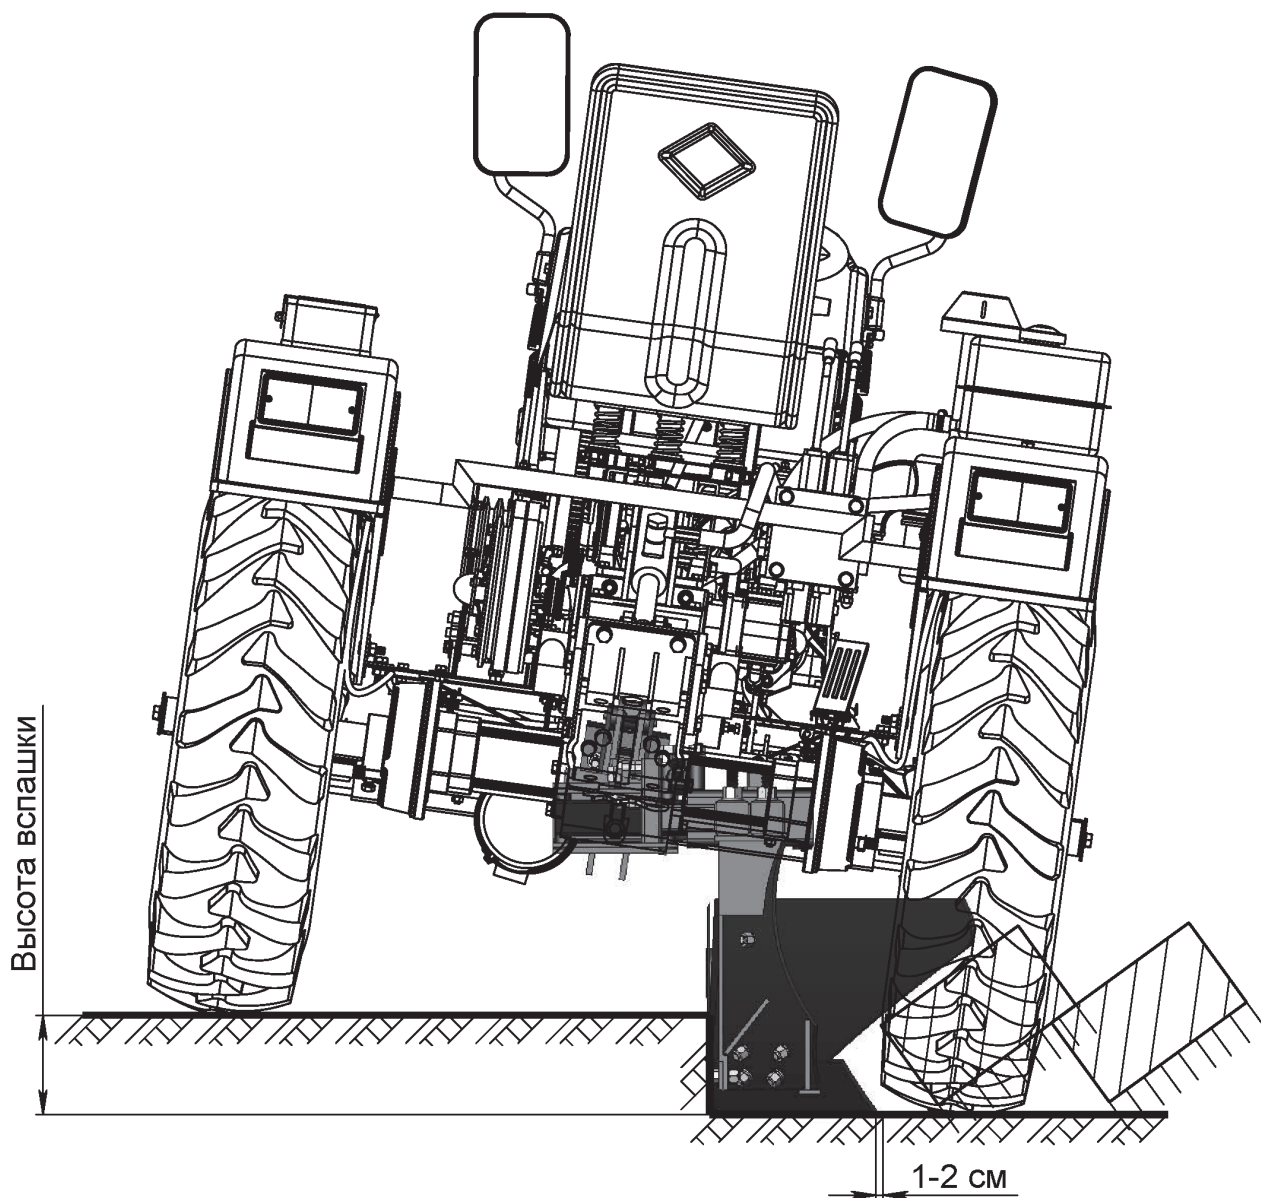

Рис. 3. Настройка горизонтального положения плуга
1. Во время вспашки правые колеса трактора двигаются по дну борозды, а левые по невспаханной почве. Плуг необходимо установить под углом по отношению к трактору таким образом, чтобы при вспашке нож лемеха располагался параллельно земле, на уровне правого колеса (рис. 3).